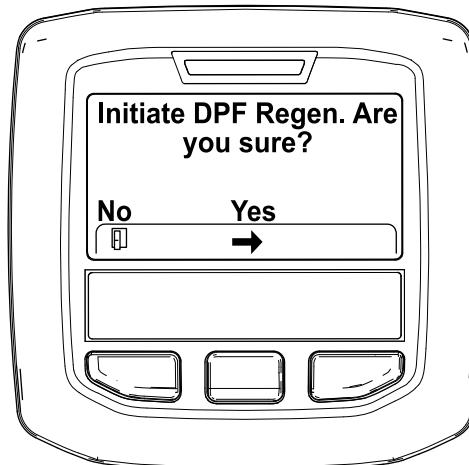

Figura 28
- Quando viene visualizzato il messaggio "Inizializzare Rigen. FAP?" premete il pulsante centrale (Figura 28).